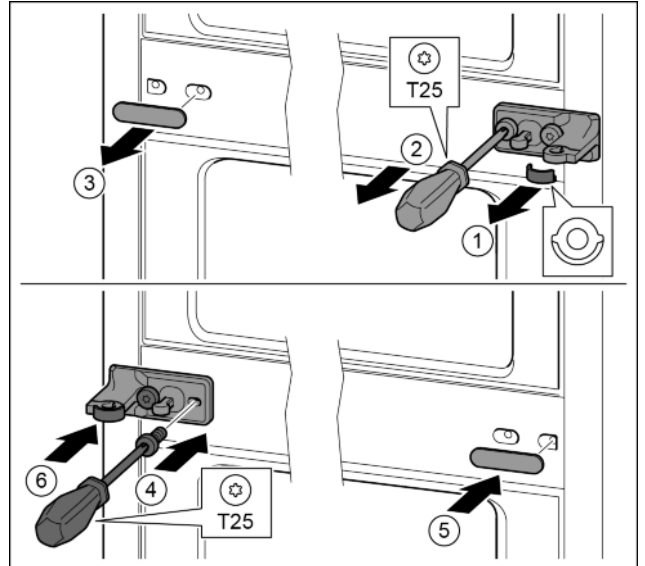

Fig. 29
- ▶ Scheibe abziehen. Fig. 29 (1)
- ▶ Schrauben mit Schraubendreher T25 herausdrehen. Fig. 29 (2)
- ▶ Abdeckung vorsichtig abziehen. Fig. 29 (3)
- ▶ Lagerbock mit Folie um 180° gedreht auf der anderen Seite fest anschrauben. Fig. 29 (4)
- ▶ Abdeckung um 180° gedreht auf der anderen Seite anbringen. Fig. 29 (5)
- ▶ Scheibe von vorn aufschieben. Fig. 29 (6)